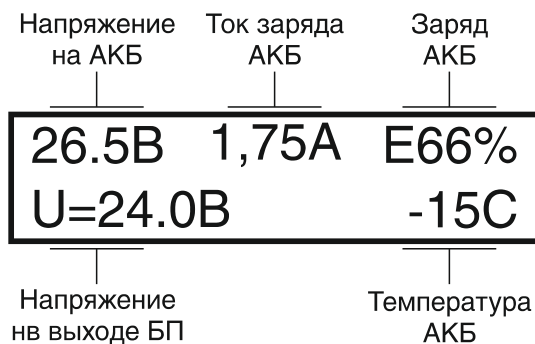

Рисунок 2 — Отображение информации на индикаторе
- жидкокристаллический индикатор (далее индикатор, см. рисунок 2) — выводит значение напряжения на АКБ, ток заряда АКБ, заряд АКБ в процентах, температуру АКБ, напряжение на выходе блока питания (БП);